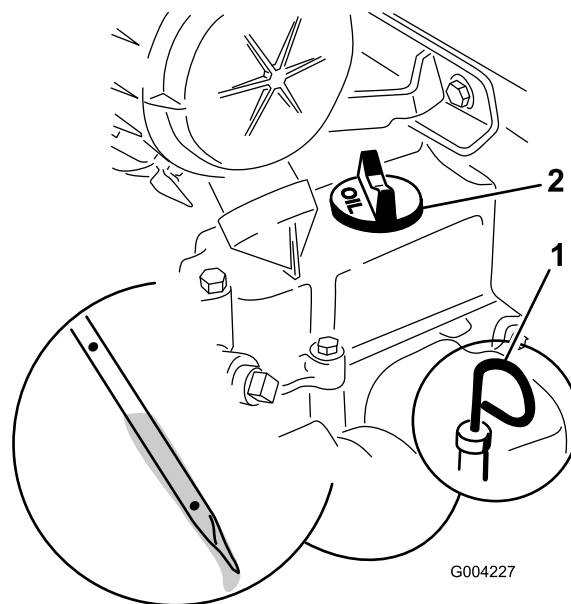

Figura 32
- Pulite l'area intorno all'asta di livello dell'olio (Figura 32).
- Estraete l'asta di livello dell'olio e pulite l'estremità metallica (Figura 32).
- Infilate fino in fondo l'asta di livello nel relativo tubo (Figura 32).
- Se il livello dell'olio è basso (al di sotto del foro inferiore), pulite attorno al tappo di riempimento dell'olio e rimuovete il tappo (Figura 32).
6. Togliete il tappo di riempimento dell'olio (Figura 32) e versate lentamente l'80% circa della quantità d'olio specificata attraverso il coperchio della valvola.
9. Togliete il tappo di riempimento dell'olio (Figura 32) e versate lentamente l'80% circa della quantità d'olio specificata attraverso il coperchio della valvola.